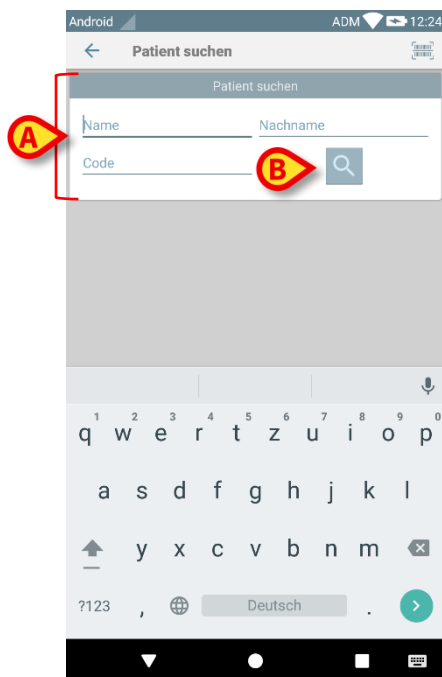

Abb. 26
- Geben Sie Patientendaten in die in Abb. 26 **A** angegebenen Feldern (Name, Nachname, Code) ein und klicken Sie dann auf die Schaltfläche **Suchen** (Abb. 26 **B**). Unvollständige Informationen sind zulässig.